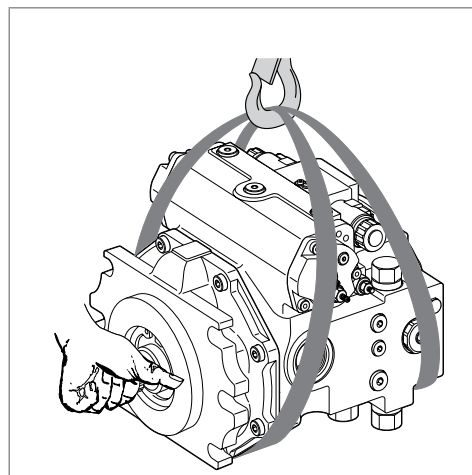

Fig. 6 : Transport avec une élingue
- Placez l'élingue autour de l'unité à pistons axiaux de façon à ce qu'elle ne passe pas sur les pièces rapportées (p. ex. valves, tuyauterie), et que l'unité à pistons axiaux ne soit pas suspendue par les pièces rapportées (voir Fig. 6).